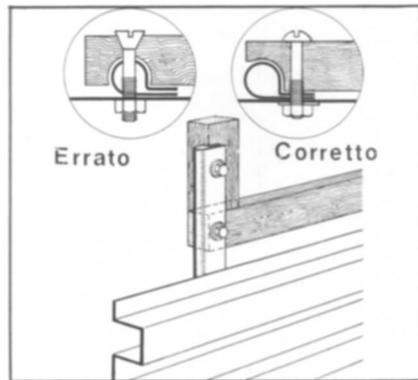

Fig.22 - Principi di fissaggio delle incastellature in legno
- E' possibile inoltre installare, senza alcuna difficoltà, ripiani, paratie, scaffalature a condizione di rispettare alcuni semplici principi, ad esempio quello di fissare le incastellature in legno sulla parte piatta anzichè su quella cilindrica dell'armatura (Ved. Fig. 22 e 23)